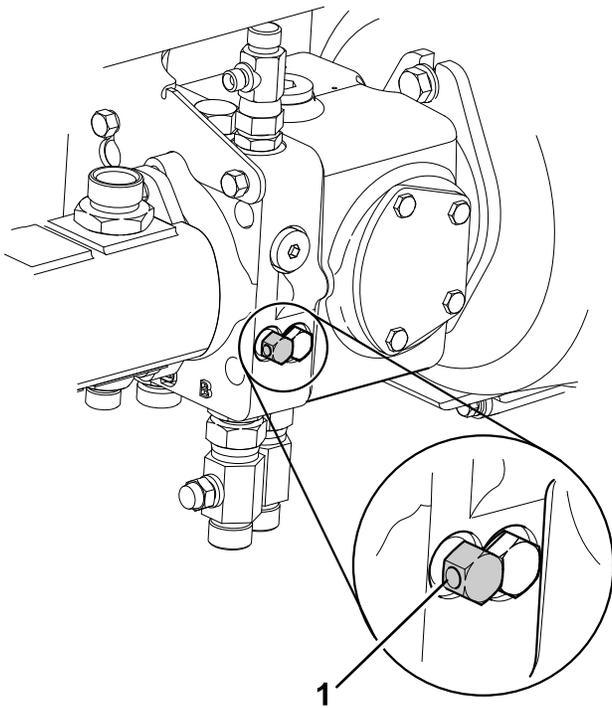

Bild 43
7. Nehmen Sie die hydraulische Betriebsbremse außer Betrieb, indem Sie das Sicherheitsventil, das unter der Getriebepumpe sitzt, um maximal drei Umdrehungen nach links drehen (Bild 43).